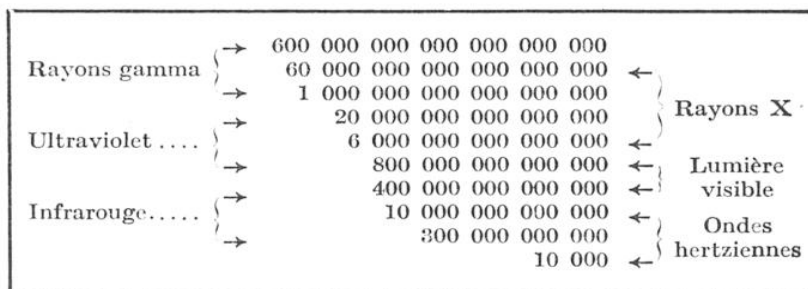

FIG. 2. — LA GAMME COMPLÈTE DES RADIATIONS
identifie, en 1888, un rayonnement (ondes électriques) qui se situe bien en deçà de l'infrarouge extrême. La « soudure » ne fut établie qu'en 1923 par les Américains E. F. Nichols et J. D. Tear ; et l'on connaît tout un ensemble de radiations (fig. 2) qui peuvent être émises aussi bien par des corps chauds que par des circuits oscillants.
A l'autre bout, par un bienheureux hasard, le physicien allemand Wilhelm-Conrad Röntgen (1845-1923) (fig. 1) décèle ce qu'il nomma les rayons X (octobre 1895), au delà desquels Paul Villard (1860-1933) plaça, en 1900, les rayons gamma, produits au cours de la désintégration de certains éléments radioactifs. La « soudure » entre l'ultraviolet et les rayons X est l'œuvre de Fernand Holweck (1920) et de Jean Thibaud (1928) ; les deux extrémités du spectre de rayons X sont d'ailleurs recouvertes, d'un côté par l'ultraviolet extrême, de l'autre par les rayons gamma (fig. 2).
Cette même figure 2 indique une « gamme » interrompue d'une soixantaine d'octaves (dont une seule est « visible »), en disant, par une comparaison empruntée à la musique, que deux radiations sont à l'octave l'une de l'autre lorsque leurs fréquences sont dans le rapport de deux à un (1).
(1) Leurs longueurs d'onde sont naturellement dans le rapport inverse (de un à deux). Le produit de la fréquence (exprimée en cycles ou périodes par seconde) par la longueur d'onde (exprimée en centimètres) est toujours égal à 30 milliards : c'est la
Lorsqu'un rayon solaire tombe sur un tel réseau, la lumière transmise par la lame de verre ou la lumière réfléchie par le miroir métallique présente « les couleurs de l'arc-en-ciel ». D'ailleurs, au point de vue théorique, les réseaux sont très supérieurs aux prismes, car la déviation de chaque couleur varie exactement *en raison inverse de la fréquence correspondante*, ce qui donne une signification concrète et immédiate aux nombres qui sont reproduits sur la figure 2.
quences sont trop grandes, et la déviation est inappréciable. Mais il existe un moyen de réduire la distance apparente qui sépare deux traits consécutifs, c'est d'envoyer le rayonnement sous une incidence tout à fait « rasante », beaucoup plus encore que ne l'indique la figure schématique 6. Cette méthode, dite « du réseau tangent », n'est d'ailleurs efficace que pour certains rayons X, ceux qui sont voisins de l'ultraviolet (fig. 2) et, à plus forte raison, ceux qui se confondent avec ce dernier.